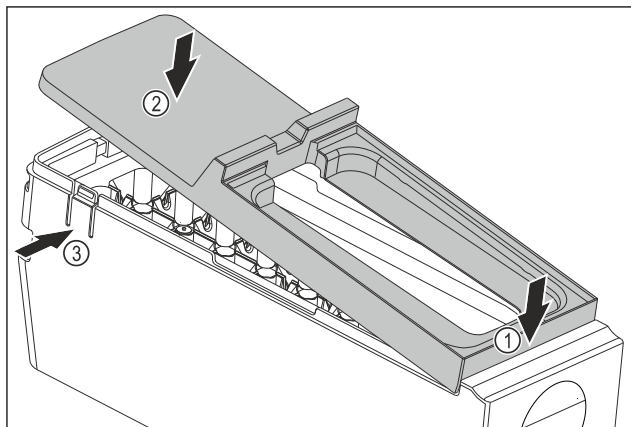

Fig. 174
- 安装 EasyTwist-Ice 机身的盖板：放置盖板前部。 Fig. 174 (1)
- 降下盖板后部。 Fig. 174 (2)
- 盖板卡入到两个接片 Fig. 174 (3) 中，可以听见声音。